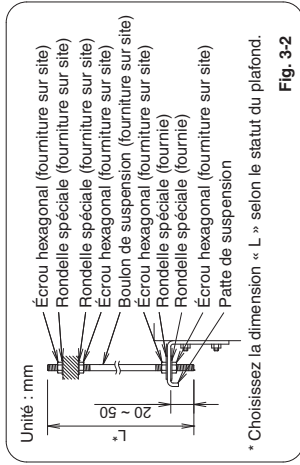

Fig. 3-2
- (3) Suspendez et fixez l'unité intérieure avec les 2 écrous hexagonaux (fourniture sur site) et les rondelles spéciales (fournies avec l'unité) de la manière indiquée en Fig. 3-2.